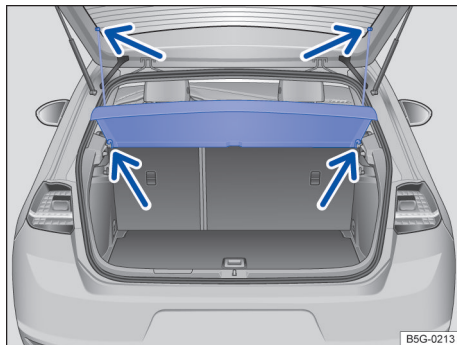

Fig. 143 No compartimento de bagagem: remover e instalar a cobertura do compartimento de bagagem.
- Desprender as cintas de fixação na tampa do compartimento de bagagem → Fig. 143 (setas superiores).
- Pressionar a cobertura do compartimento de bagagem para dentro dos suportes laterais → Fig. 143 (setas inferiores).